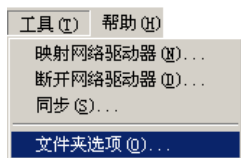
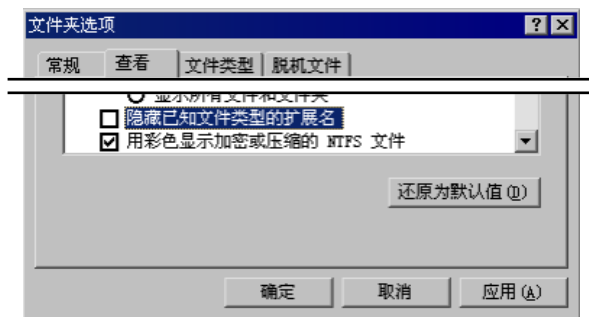

图 3.3.1 “工具”下拉菜单
图 3.3.2 “文件夹选项”对话框
- 如果在 Windows 操作系统的窗口中还是看不到版本号，可进行这样的操作：在 Windows 窗口中选择下拉菜单 **工具 (T)** → **文件夹选项 (O)...** 命令（图 3.3.1），在“文件夹选项”对话框的 **查看** 选项卡中，选中 ☐ **隐藏已知文件类型的扩展名** 复选框（图 3.3.2）。